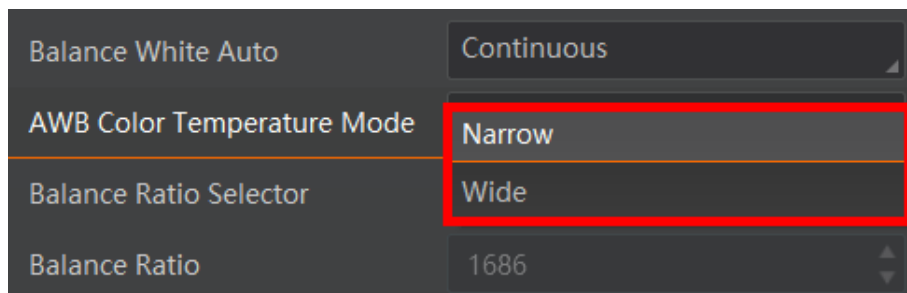

图7-34 自动白平衡色温模式设置
3. *Balance White Auto* 参数默认为 *Continuous*，且色温模式为窄域，即 *AWB Color Temperature Mode* 为 *Narrow*。若在此色温模式下进行自动白平衡后，图像色彩效果仍然不佳，可将 *AWB Color Temperature Mode* 参数设置为 *Wide*，再进行自动白平衡校正，如图 7-34 所示。